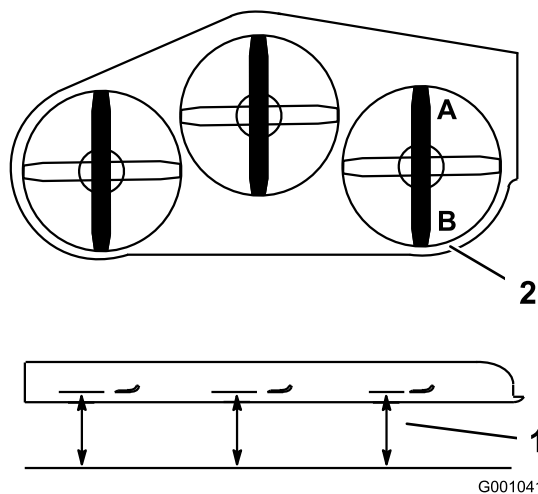

Figure 89
2. Tournez une lame dans le sens longitudinal. Mesurez la distance aux points **A** et **B** entre une surface plane et le bord coupant des pointes des lames (Figure 89).